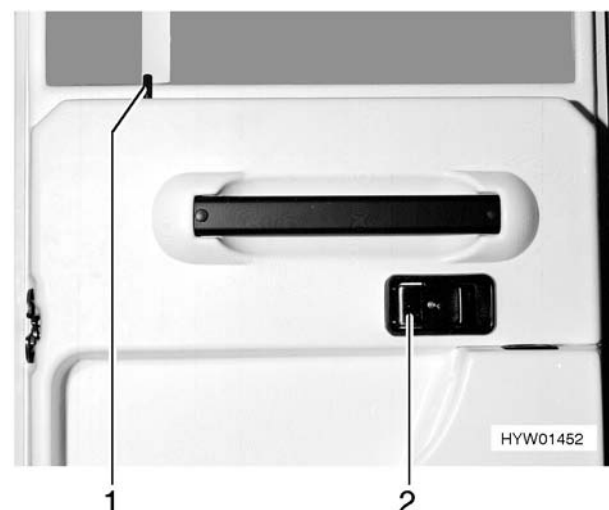

Bild 38 Türschloss Fahrertür, innen
- Am Griff (Bild 38,2) ziehen. Das Türschloss wird entriegelt.
- Sicherungsknopf (Bild 38,1) nach unten drücken.